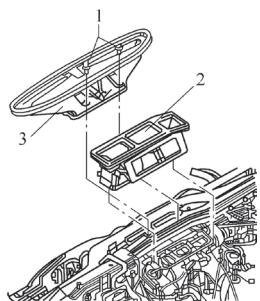

图 5-37 取出除霜通风装置中间件
3) 如图 5-37 所示, 旋出螺栓 1。从空调暖风装置中取出除霜通风装置中间件 3 和间接通风装置中间件 2。